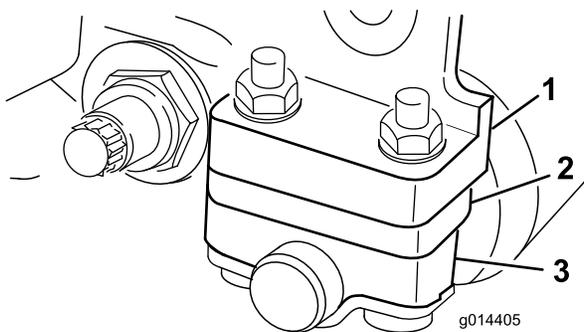

Figura 8
1. Ajuste os suportes do rolo traseiro no limite de corte desejado posicionando a quantidade necessária de espaçadores por baixo da flange de montagem da placa lateral (Figura 8), de acordo com a secção Tabelas de altura de corte e de seleção de lâminas (página 11).